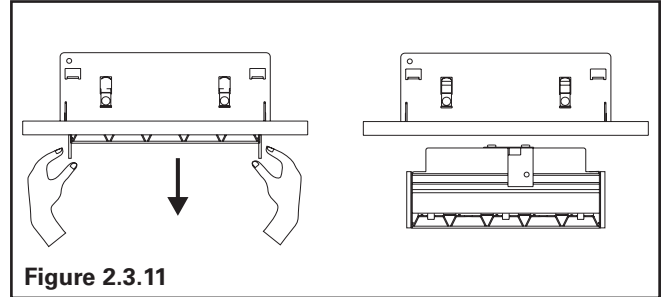

Figure 2.3.11
3. Pull out the light engine by hands. (Figure 2.3.11)
3. Retirez le moteur lumineux à la main (Figure 2.3.11).